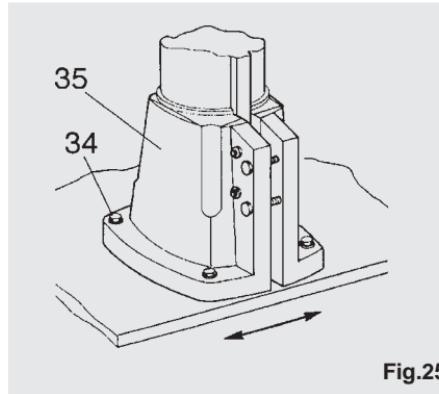

Fig.25
- Agire sui grani di regolazione (32) in modo da spostare la leva per eliminare il difetto riscontrato.
- Riabbassare la leva a cuneo e serrare i controdadi (33).
Se non si dovesse riuscire ad eliminare il difetto riscontrato con le viti di registrazione, allentare le viti (34) (vedi fig. 25) della base (35) e ruotarla leggermente.